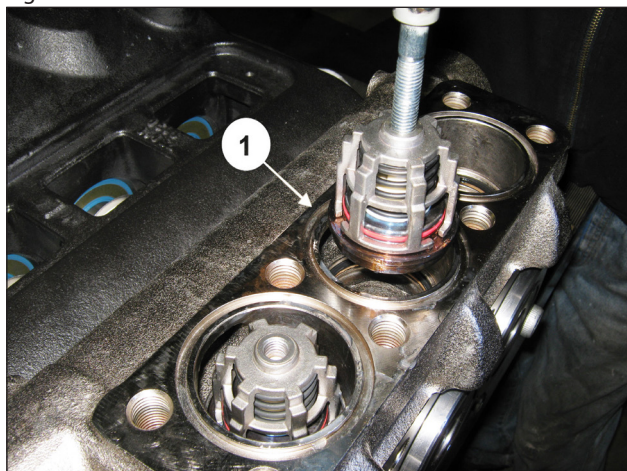

Fig. 144
Insira o grupo da válvula de descarga (pos. ①, Fig. 144).